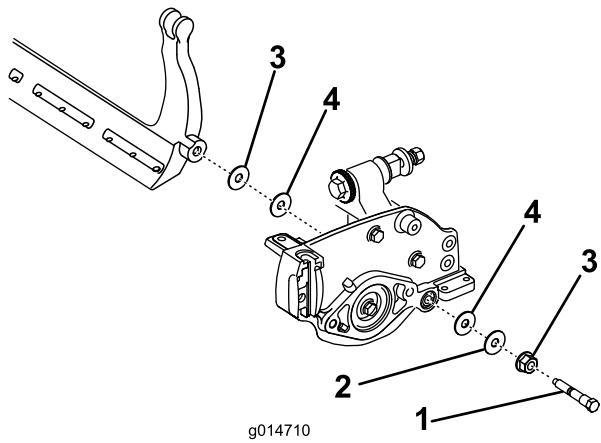

Figura 19
- Remova cada uma das cavilhas da barra de apoio, de modo a permitir puxá-la e retirá-la da máquina. Guarde as duas anilhas de nylon e as duas anilhas de aço prensado de cada uma das extremidades da barra de apoio (Figura 19).